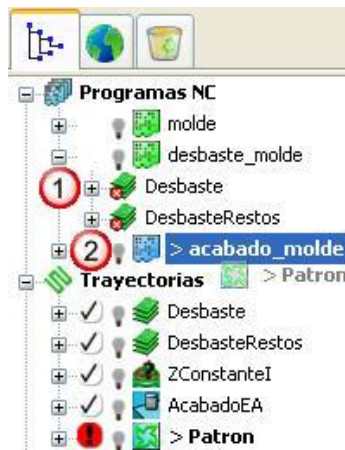

Figura 2.240 Copiar las trayectorias en el orden correspondiente.
- En el Explorador, mover las dos trayectorias de desbaste sobre desbaste_molde - **1**, y las tres trayectorias de acabado sobre acabado_molde - **2** (Figura 2.240).